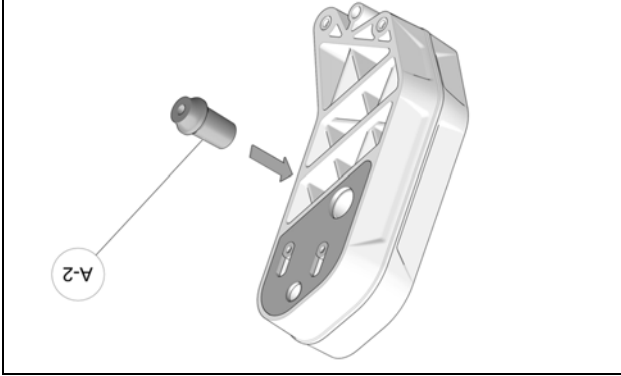

Figure 4
- Insérer la T-bague (A-2) au trou inférieur gauche du support de ski. Voir la Figure 4.